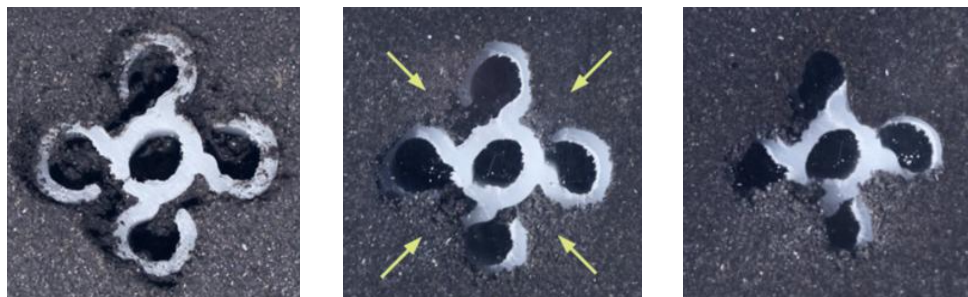

Figure 2 – Le sol humide referme les lames de l'unité EXLTERRA GEPS.
- 2) Les particules de sol absorbent les molécules d'eau et se dilatent, ce qui a pour effet de fermer les lames de l'unité EXLTERRA GEPS et de la comprimer complètement, comme le montre la figure 2.